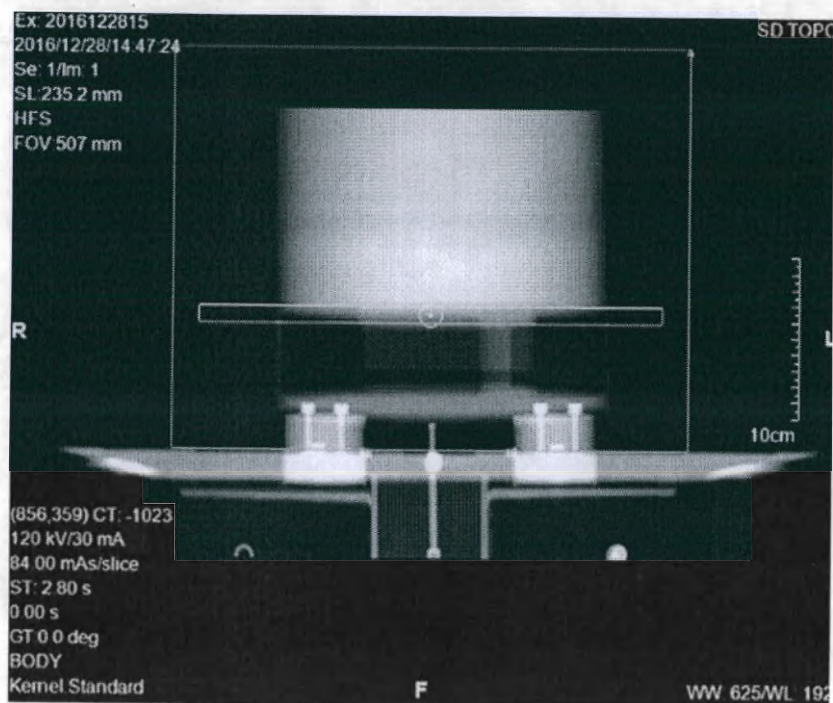

Рисунок 51 Определение области исследования при скаут сканировании
- (1) Сначала выполните скаут и спиральное сканирование следуя шагам, описанным в пункте 7.6.2.
- (2) Определите область исследования на скаут изображении (см. рис. 51), чтобы выполнить предварительное (скаут) сканирование.